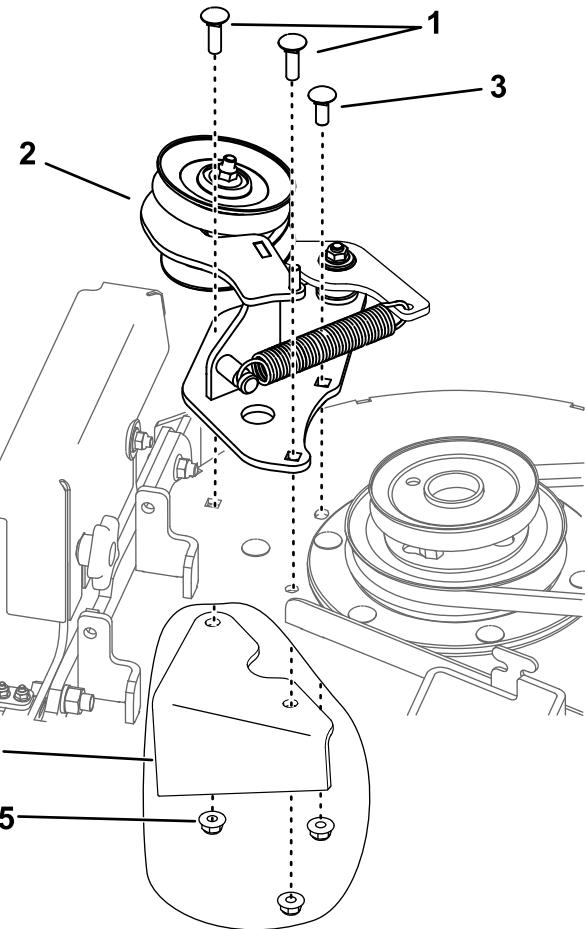

Figure 5
- Fixez la poulie du souffleur sur le plateau de coupe à l'aide des 3 écrous retirés précédemment, de 1 boulon de carrosserie ($\frac{3}{8}'' \times 1\frac{1}{4}''$) et de 2 boulons de carrosserie ($\frac{3}{8}'' \times 1''$) (Figure 5).
10. Fixez la poulie du souffleur sur le plateau de coupe à l'aide des 3 écrous retirés précédemment, de 1 boulon de carrosserie ($\frac{3}{8}$ " x $1\frac{1}{4}$ ") et de 2 boulons de carrosserie ($\frac{3}{8}$ " x 1") (Figure 5).